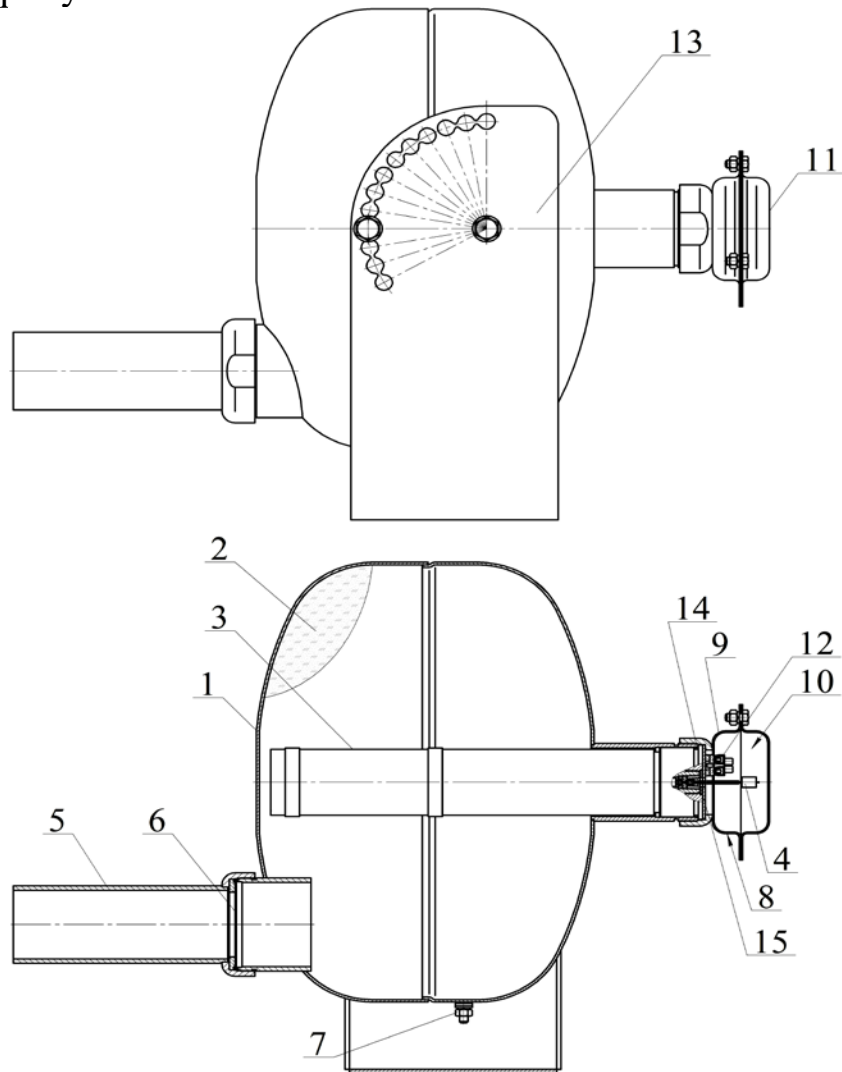

Рисунок 1
4.1.1 МПП (см. рисунок 1) состоит из корпуса **1**, в котором размещаются огнетушащий порошок (ОП) **2** и источник холодного газа (ИХГ) **3** с элементом электропусковым **4**.
6.3 Закрепить кронштейн **13** (см. рисунок 1) на потолке, стене или иной несущей плоскости, расположенной под любым углом относительно поверхности пола. Координаты отверстий в кронштейне, предназначенном для крепления МПП, приведены на рисунке 2.